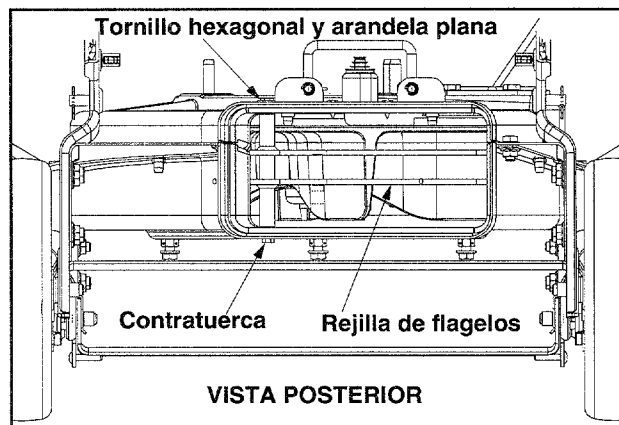

Figura 12
2. Ver tener acceso a la rejilla de trituración, retirar el recolector o el tubo de soplado de la máquina como se indica en la sección OPERACION. Ver la figura 12.